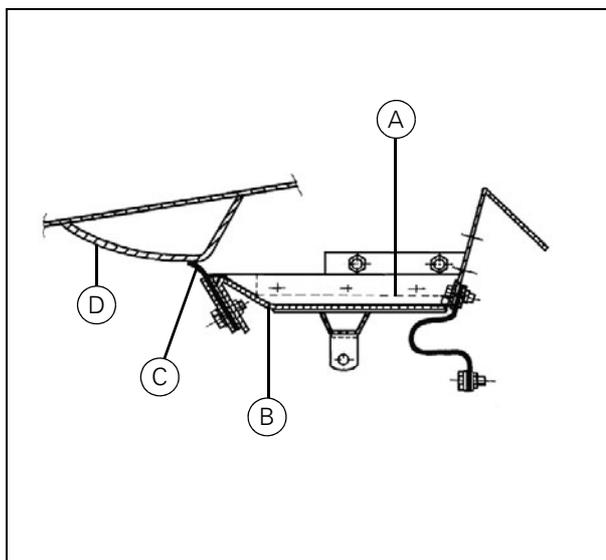

Рисунок 5
- Отрегулируйте положение боковых уплотнений (А) (Рис. 5) так, чтобы они плотно прилегали к днищу камнеуловителя (В).
- После установки приемного элеватора убедитесь, что передняя уплотнительная лента (С) плотно прилегает к днищу элеватора (D) (Рис. 5).